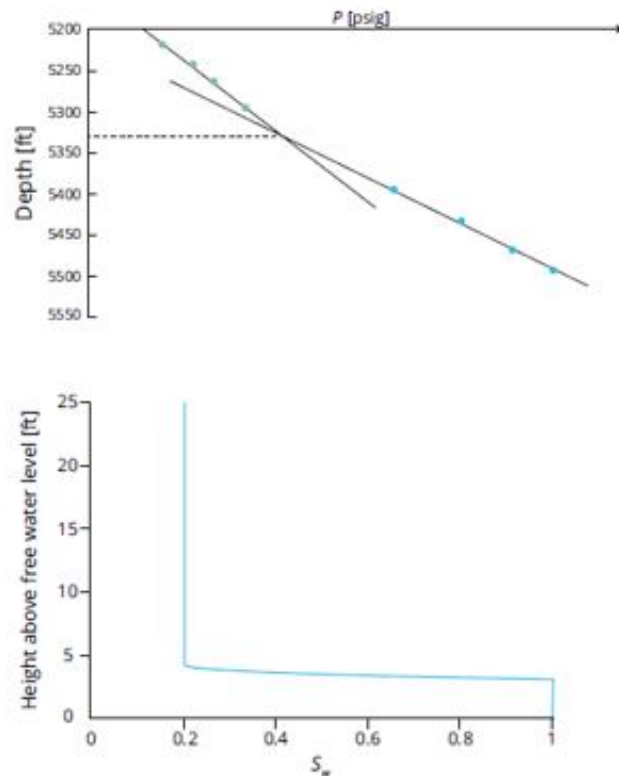

Figura 6.22: Altura de saturação RFT e altura acima do nível de água livre.
- ii. Altura de saturação RFT e altura acima do nível de água livre são ilustradas na figura 6.22.